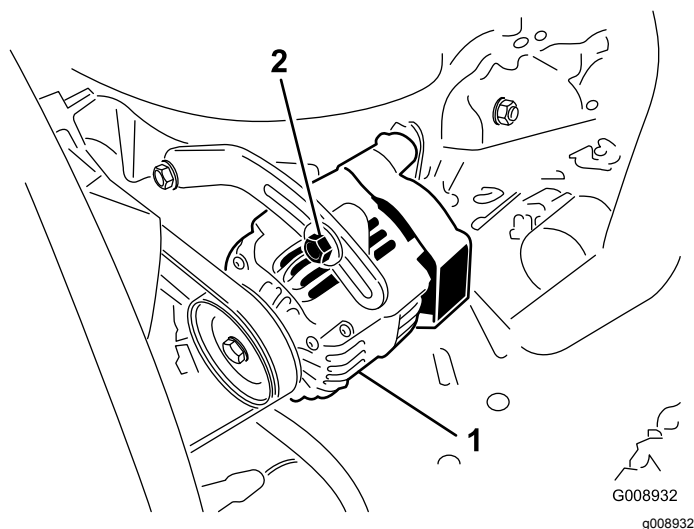

Figura 79
2. Se a deslocação obtida não for igual a 10 mm, deve desapertar os parafusos de montagem do alternador (Figura 79).